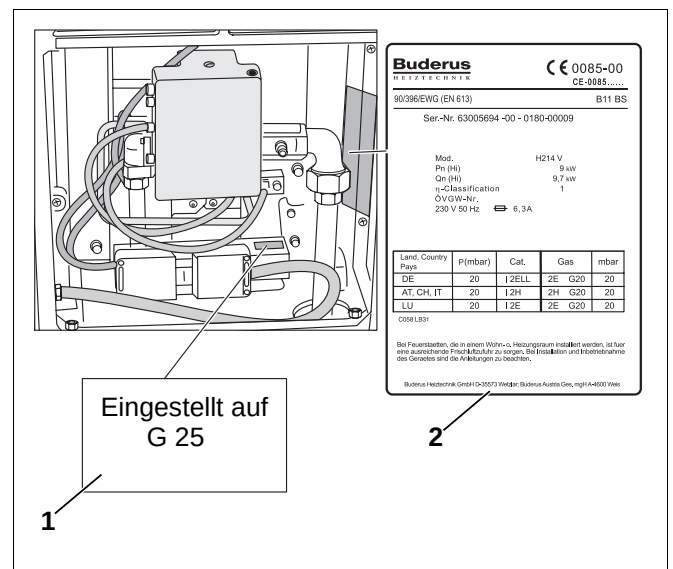
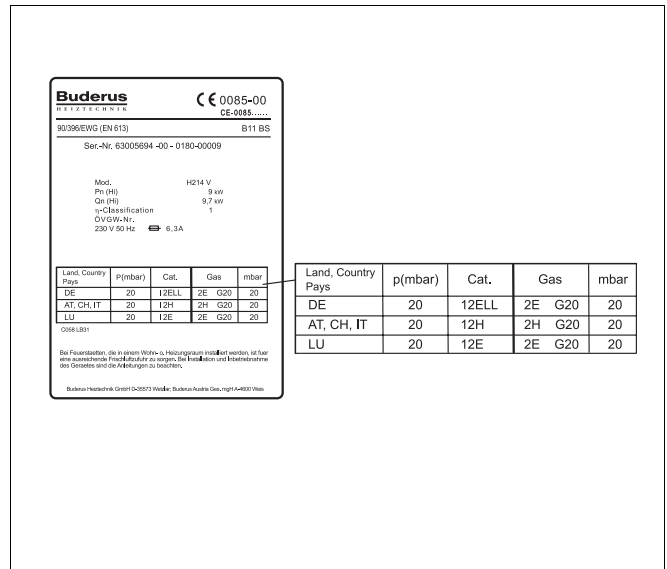

Abb. 30 Aufkleber am Gasverteilerbalken
Abb. 31 Aufkleber am Typenschild
- Kleben Sie Aufkleber 1 (Abb. 30, **Pos. 1**) auf den Gasverteilerbalken.
- Kleben Sie Aufkleber 2 (Abb. 30, **Pos. 2**) an der vorgesehenen Stelle des Typenschildes auf (Abb. 31).